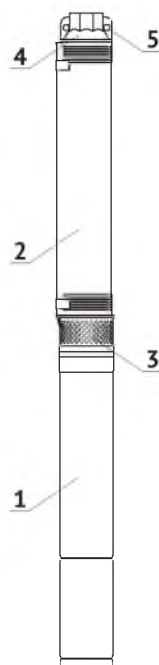

Рис. 1
Насос (рис. 1) состоит из электродвигателя (1) и проточной части (2). Корпус насоса выполнен из нержавеющей стали. Проточная часть — центробежного типа. Рабочие колеса — «плавающие», выполнены из высокопрочного, износостойчивого поликарбоната, обеспечивают продолжительный срок службы проточной части и уменьшают вероятность заклинивания при перекачивании воды с механическими примесями. Насос оборудован встроенным обратным клапаном.